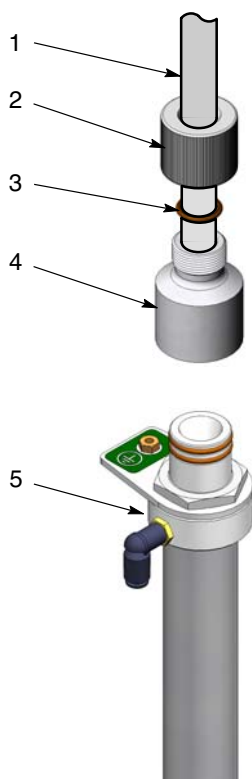

图 7 吸入管接头组件
**注意：**吸入管接头组件适用于带有或不带外部O形圈的吸入管。图7显示的是带有外部O形圈的吸入管。
1. 见图7。用切管器将抽吸管（1）的末端砍成方块状。